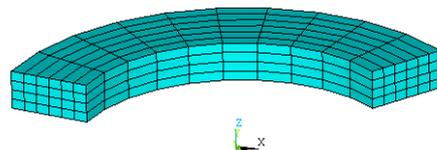

图4.65 扫掠分网结果
(6) 单击 Main Menu>Preprocessor>Meshing>Mesh>Volume Sweep>Sweep 菜单，弹出图形拾取对话框，先选中图形视窗中的实体，单击**【OK】**按钮，再选中源面 A6 并单击**【OK】**按钮，接着选中目标面 A5 并单击**【OK】**按钮。最后得到的网格如图 4.65 所示。